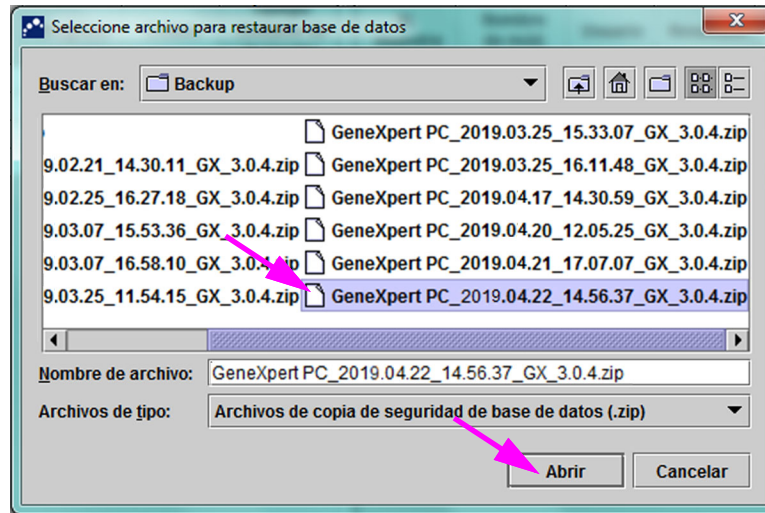

Figura 5-80. Pantalla Seleccione archivo para restaurar la base de datos, con el nombre de archivo
Haga clic en **Cancelar** para no realizar la copia de seguridad de la base de datos y continuar directamente a la pantalla Seleccionar archivo para restaurar la base de datos (consulte la figura 5-80).
6. Haga clic en **Aceptar**. Aparece la pantalla Seleccionar archivo para restaurar la base de datos. Consulte la figura 5-80.